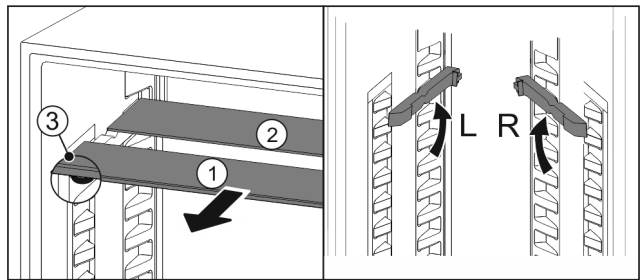

Fig. 156
- Glasplatten einzeln nach vorne herausziehen Fig. 156 (1).
- Glasplatte Fig. 156 (1) mit Zierleiste liegt vorne.
- Stopps Fig. 156 (3) zeigen nach unten.